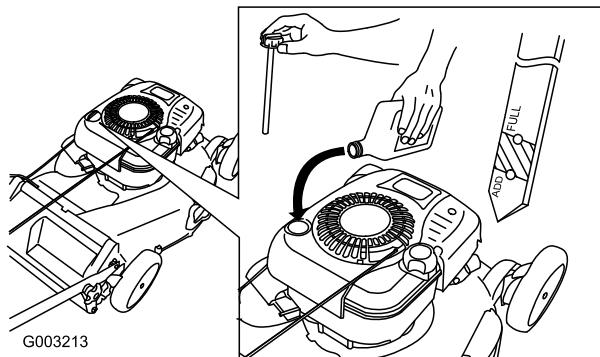

Figura 37
- Versate **lentamente** l'olio nel tubo di riempimento finché non raggiunge il segno di **pieno** sull'asta (Figura 37). **Non riempite troppo.** (Capacità max.: 0,77 l, tipo: (olio detergente SAE 30W con service classification API SF, SG, SH, SJ, SL o superiore.)